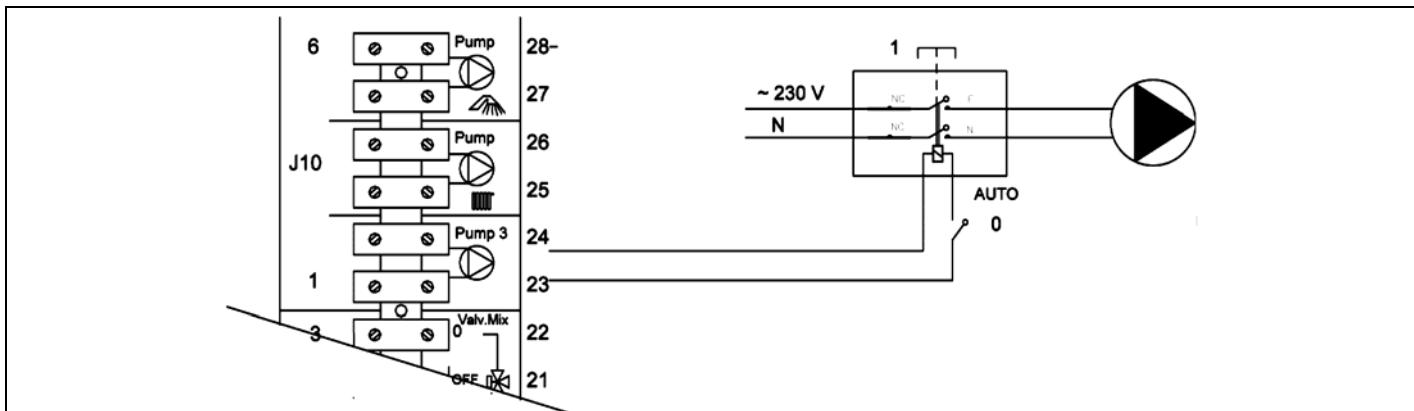

Рисунок 11
**⚠** Для подключения насосов и прочих внешних компонентов необходимо использовать специальное реле/переключатель, смотри Рис. 11.